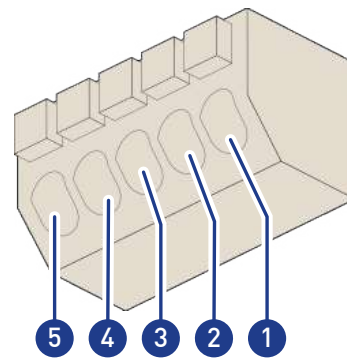

Abb. 31
- Bei einer Wallbox mit eingestellter maximaler Ladeleistung von 22 kW ist eine Abregelung auf 0 % durch die Verwendung der Klemmeneingänge 1 + 5 sicherzustellen (↗ Abb. 31)
- Bei einer Wallbox mit eingestellter maximaler Ladeleistung von bis zu 11 kW ist eine Abregelung auf 30 % durch die Verwendung der Klemmeneingänge 2 + 5 sicherzustellen (↗ Abb. 31)